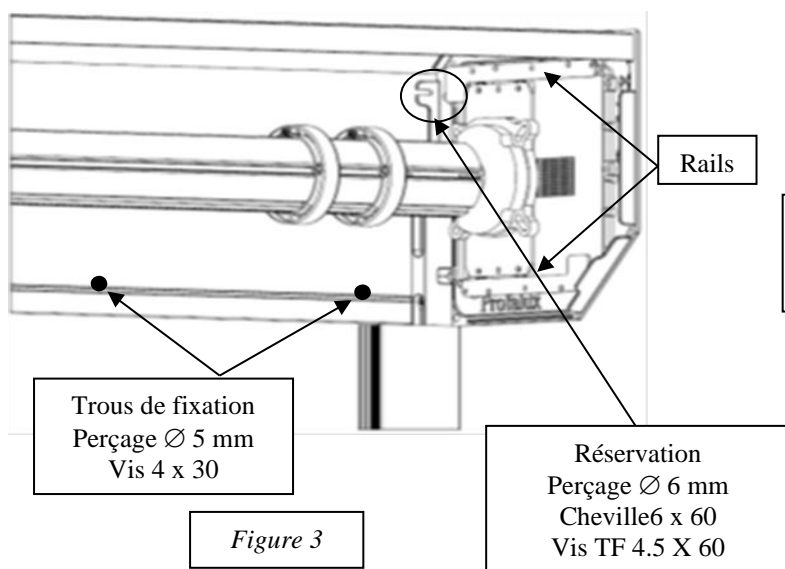

Figure 3
- Percer le mur (foret Ø 6mm) dans la réservation prévue dans le caisson à gauche et à droite (Figure 3)
- Fixer le caisson au mur à l'aide de 2 vis TF 4.5 x 60 (Figure 3)
- ⚠ - Percer (foret Ø 5 mm) le mur et la tôle tous les 50 cm, **dans la gorge au-dessus du pli de renfort** en partie basse (Figure 3)
- Insérer les chevilles dans les trous de fixation (chevilles non fournies) (Figure 3)
- Fixer la tôle à l'aide des vis 4 x 30 (Figure 3)